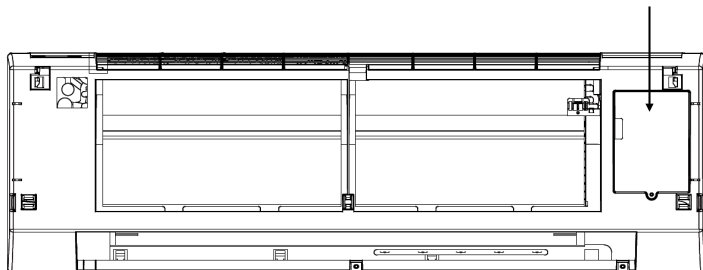

fig. 14
- Rimuovere lo sportellino di protezione della morsettiera ("fig. 14")